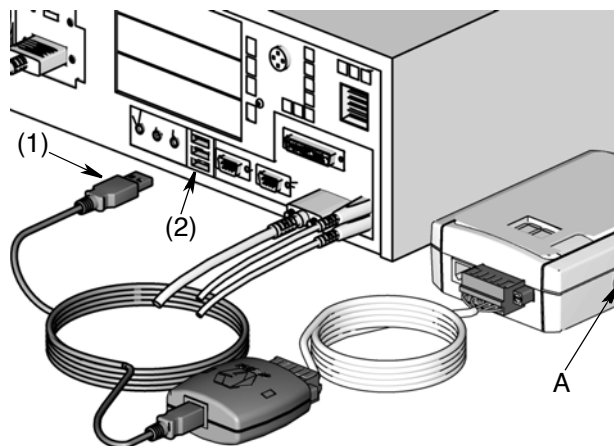

Рис. 10
- Для большего расстояния и до 1219 м (4000 футов) между приемопередатчиком и ПК системы Matrix требуется соединение **RS422**. См. Рис. 10 на стр. 7.